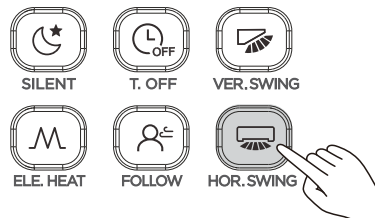

Figura 20
1. Cuando la unidad está encendida. Presione (vea la Figura 20). Inicie la función de oscilación horizontal, y se iluminará y la señal se enviará a la unidad interior;